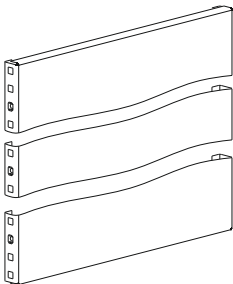

Рисунок 17
13.2 Вставьте кузовные гайки в квадратные отверстия на боковых поверхностях в количестве и в местах, соответствующих расположению Реек боковых (рисунок 17).